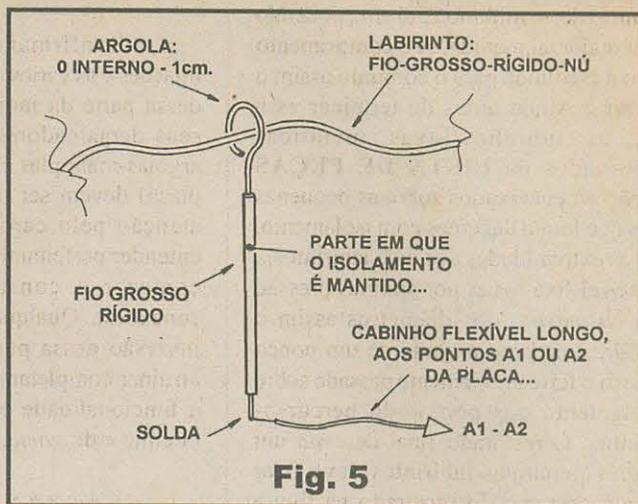

Fig. 5
- FIG. 5 - AS MANOPLAS-ARGOLAS E SUA CONFECÇÃO... - Cada uma das manoplas é feita a partir de um pedaço do cabo isolado rígido e grosso (ver o requisito correspondente, na LISTA DE PEÇAS...)
extremos) de no mínimo 25,0 cm., podendo até ser maior tal medida, se o comprimento da caixa escolhida para o conjunto assim o permitir... Ainda antes de terminar essa fase, os tubinhos/luas metálicas relacionados na **LISTA DE PEÇAS** deverão ser encaixados sobre as pequenas partes que foram deixadas com isolamento, junto às extremidades dos dois labirintos... É possível fixá-los aí por simples pressão (se o *casamento* dos diâmetros assim o permitir...) ou com a ajuda de um pouco de adesivo forte previamente passado sobre o isolamento das pontas do percurso-labirinto... O resultado final de *cada* um dos dois percursos-labirintos deve ficar bastante próximo do mostrado na figura (apenas que com a sinuosidade, curvas, cotovelos e padrões escolhido pelo montador, não precisando ser *seguida* - nesse ponto - a sugestão mostrada...). Notar que é importante o diâmetro interno das argolas na ponta das duas manoplas (rever **FIG. 5**) permitir o seu encaixe sobre os mencionados tubinhos-luas, possibilitando a posição de *repouso* da dita manopla, tanto no **INÍCIO** quanto no **FIM** dos percursos... Recapitulando as conexões, os pontos marcados com **A** (rabinho das manoplas) devem ser ligados por fio longo e flexível aos pontos **A1** ou **A2** da placa... Os pontos **D** correspondem, nos dois percursos, às conexões dos labirintos, feitas por cabinho isolado mais curto, aos pontos **LB1** ou **LB2** do impresso... Finalmente, os pontos **B** e **C** referem-se às ligações (também por cabinho flexível isolado, não muito longo...) respectivas de **INÍCIO** (**IN1** ou **IN2**, na placa...) e **FIM** (**F1** ou **F2**, no impresso...) de cada um dos dois percursos...